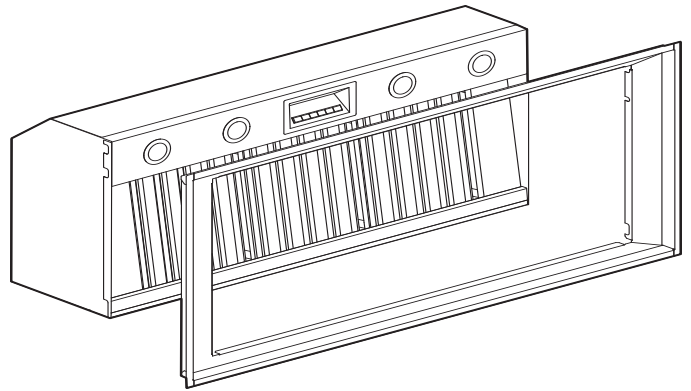

Figure 33 : Installation du revêtement protecteur
- a) Faites glisser le revêtement dans la hotte (Figure 33).